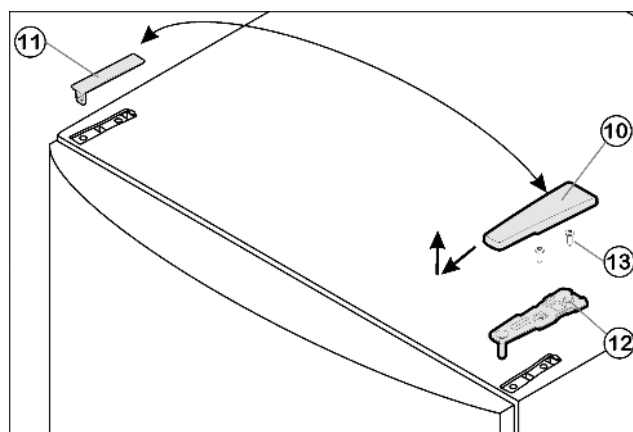

Fig. 5
- ▶ Kryt Fig. 5 (10) stáhněte dopředu a nahoru.
- ▶ Kryt Fig. 5 (11) zvedněte.
- ▶ Horní stojan ložiska Fig. 5 (12) odšroubujte (2 krát Torx® 25) Fig. 5 (13) a stáhněte nahoru.
- ▶ Horní stojan ložiska Fig. 5 (12) vložte na nové straně závěsu do dvířek.
- ▶ Horní stojan ložiska Fig. 5 (12) přišroubujte (s 4 Nm) (2krát Torx® 25) Fig. 5 (13). Díry pro šrouby případně předem propichněte nebo použijte akumulátorový šroubovák.
- ▶ Kryt Fig. 5 (10) a kryt Fig. 5 (11) zatlačte vždy na opačné straně.